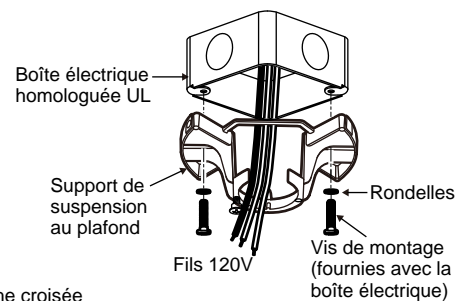

Fig. 6
Étape 3. Passez les fils d'alimentation de 120 volts de la boîte de sortie du plafond au centre du support de fixation au plafond. (Fig. 6)
Étape 4. Fixez le support de montage au plafond à la prise de courant à l'aide des vis et des rondelles fournies avec celle-ci. (Fig. 6)